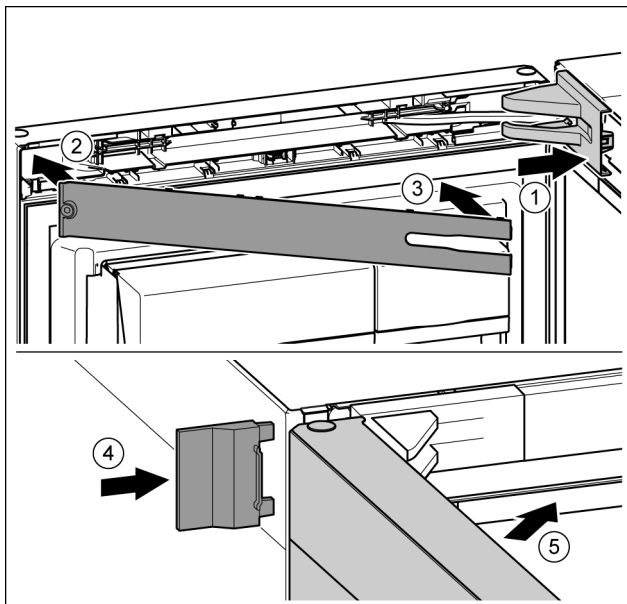

Fig. 49
- ▶ Afdekking van de lagerbus aanbrengen en vastklikken, en indien nodig, voorzichtig uit elkaar drukken. Fig. 49 (1)
- ▶ Paneel aanbrengen. Fig. 49 (2)
- ▶ Paneel naar binnen draaien en vastklikken. Fig. 49 (3)
- ▶ Buitenste afdekking erop schuiven. Fig. 49 (4)
- ▶ Bovenste deur sluiten. Fig. 49 (5)